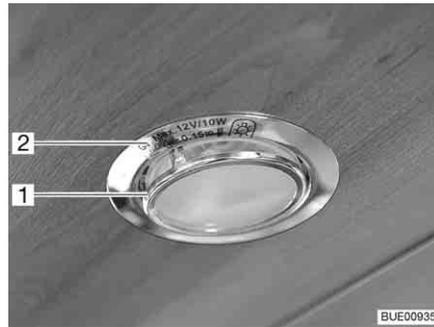

Fig. 212 Lámpara halógena empotrada (plana)
La lámpara halógena empotrada (Fig. 212,2) está hundida en el panel.
- Sacar el anillo de cubierta interior con lámina de vidrio (Fig. 212,1) de la carcasa haciendo palanca con una herramienta apropiada (p. ej. un destornillador).